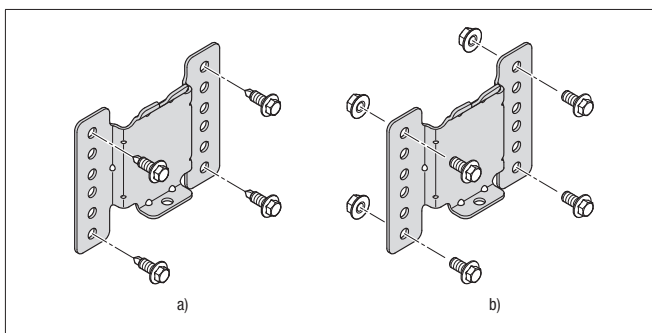

Bild 4
- Halter mit 4 Skt.-Schrauben M6 x 12 und 4 Skt.-Mutter M6 oder 4 selbstbohrenden Schrauben 6,3 x 19 befestigen (Anziehdrehmoment: 9+1 Nm), siehe Bild 4.
Vorzugsweise obere und untere Befestigungsbohrungen benutzen, siehe Bild 4. Bei Verwendung der anderen Bohrungen einen Mindestabstand von zwei Bohrungen zwischen den Befestigungsschrauben einhalten.